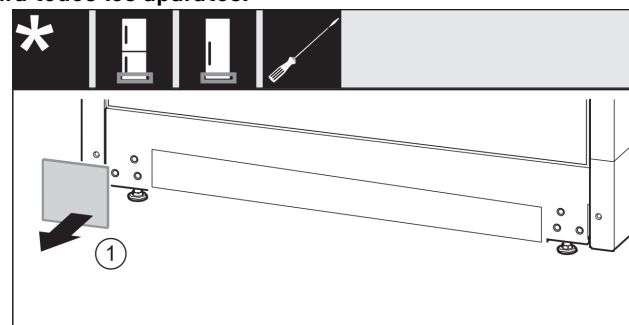

Fig. 14
- ▶ Retirar la cubierta. Fig. 14 (1)